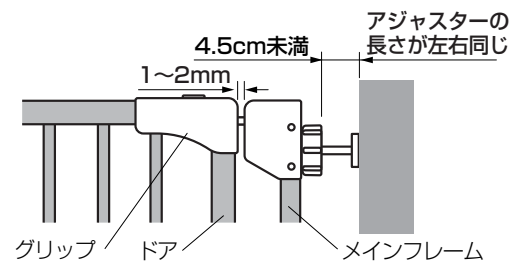

図5
- ③ 上側のアジャスターノブを回してメインフレームとグリップとの隙間を1~2mmになるまで締付けてください。(図5 参照)
- アジャスターの突っ張り力が左右均等でないと、本品が外れたり、破損するおそれがありますので、アジャスターの長さが左右同じになるように締込んでください。(図5参照)
- 締付け時にアジャスターの長さは4.5cm未満になるようにしてください。(4.5cm以上になるとアジャスターがメインフレームから外れやすくなるため危険です)(図5参照)